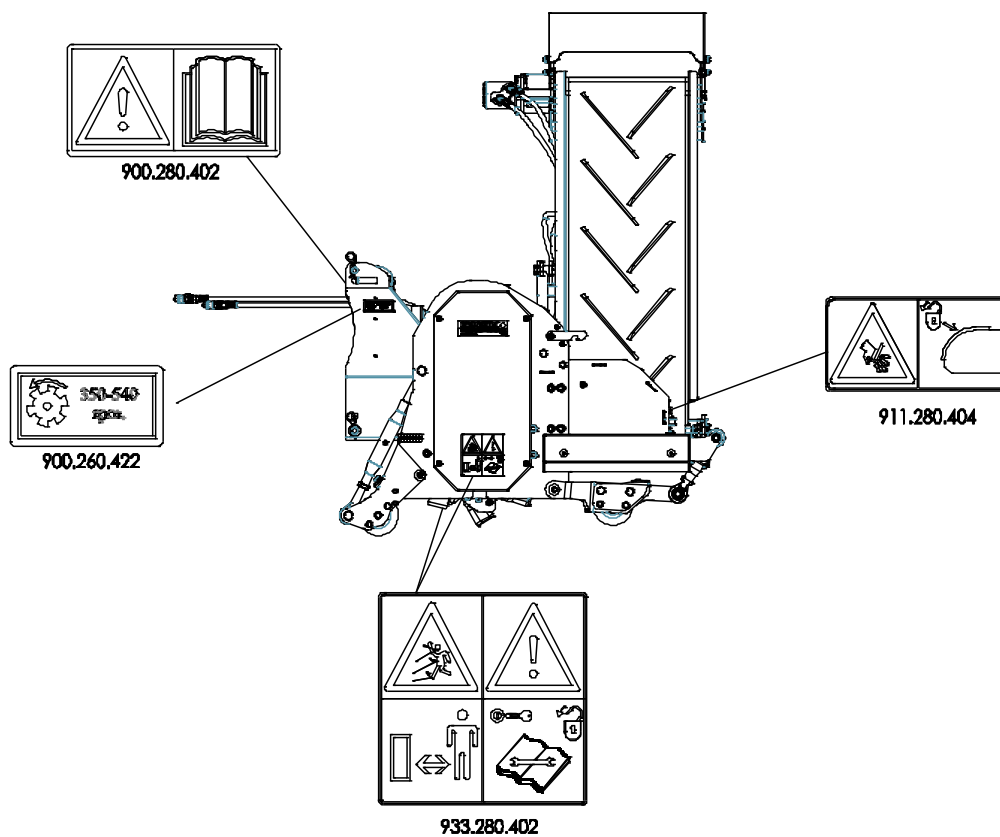

Fig. 7
(7) Adattamento degli adesivi di sicurezza per la Turf-Stripper 1200. (Fig. 7)